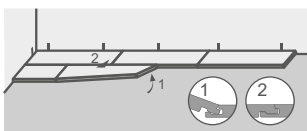
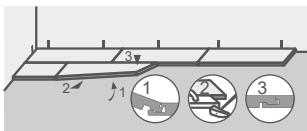

Рисунок 14
Рисунок 15
12.17.3 Зацепление продольного замка с предыдущим рядом выполнить с правой стороны планки примерно на 2/3 её длины (см. Рисунок 14). Для завершения соединения выполнить следующие действия: укладываемый ряд приподнять с левой стороны планки, затем лёгким постукиванием подбивочным брусом по продольной стороне планки сдвинуть её до полного зацепления с предыдущим рядом (см. Рисунок 15).